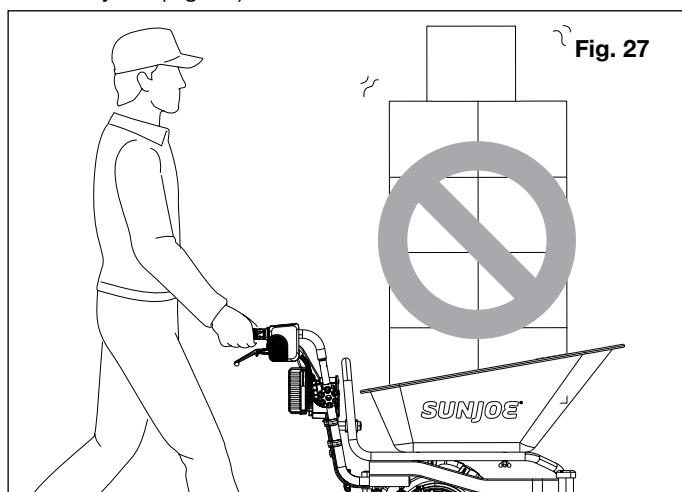

Fig. 27
- Pour éviter tout danger dû à une vue obscurcie, s'assurer de charger les objets uniquement en dessous du niveau des yeux (Fig. 27).